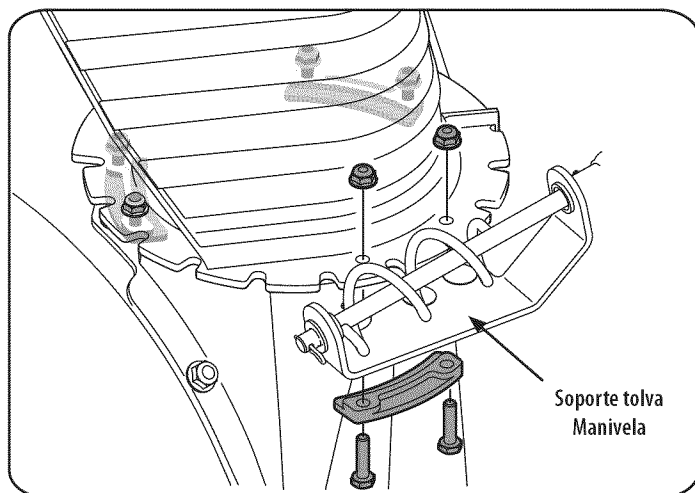

Figura 5
1. Retire las tuercas de seguridad y los tornillos que sujetan uno de los fijadores de brida al conjunto del canal. Afloje los sujetadores de los otros dos fijadores de brida. Vea la Figura 5.
3. Sujete el fijador de brida que se retiró antes con las tuercas de seguridad y los tornillos. Apriete las tuercas que sujetan los otros dos fijadores de brida. Vea la Figura 5.